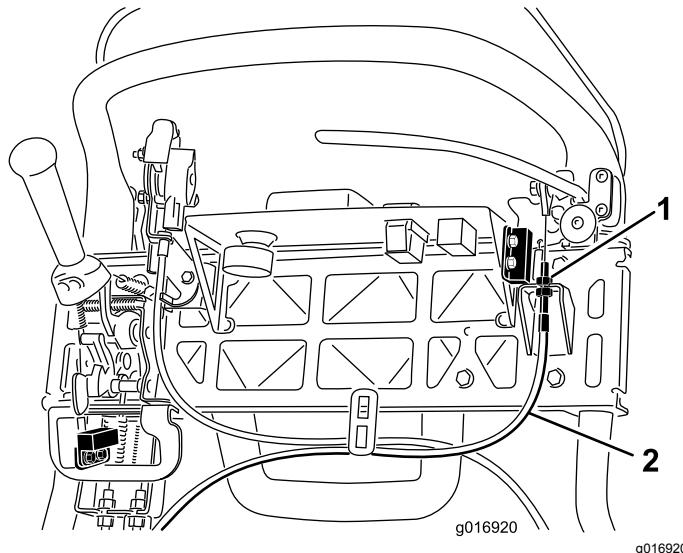

Figura 43
3. Para aumentar la tensión del cable, afloje la contratuerca superior del cable y apriete la contratuerca inferior (Figura 43) hasta que se requiera una fuerza de 156 N aplicada a la palanca de freno para quitar el seguro del freno de estacionamiento. No lo ajuste demasiado, o la cinta del freno puede agarrarse.